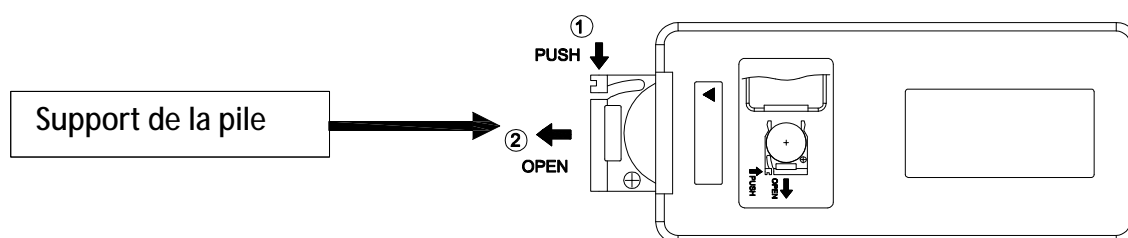

Figure 1
1. Retirez le support de la pile et repérez le compartiment à pile. (Figure 1)